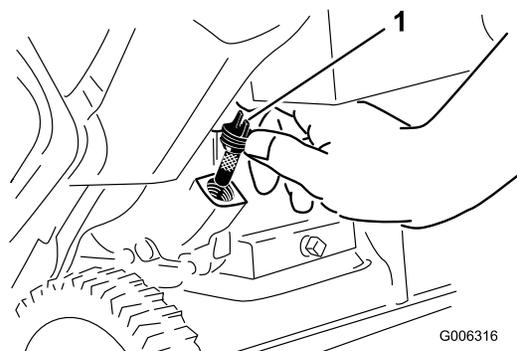

Figure 22
7. Dévissez la jauge et sortez-la (Figure 22).